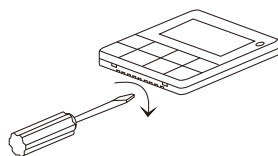

Рис. 6 - Разборка проводного пульта
2. Вставьте шлицевую отвертку в нижний паз проводного пульта как показано на рис. 6 и плавно поверните его, в результате задняя крышка откроется.